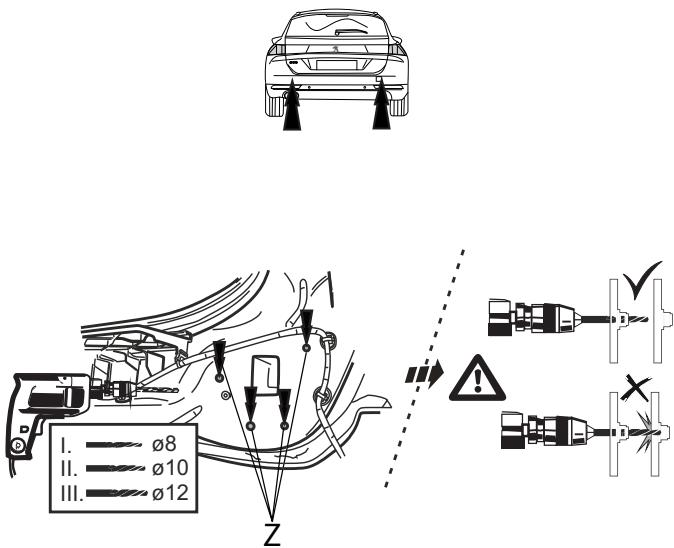

Fig. 2
- Просверлить отверстия Z. См. рисунок 2.